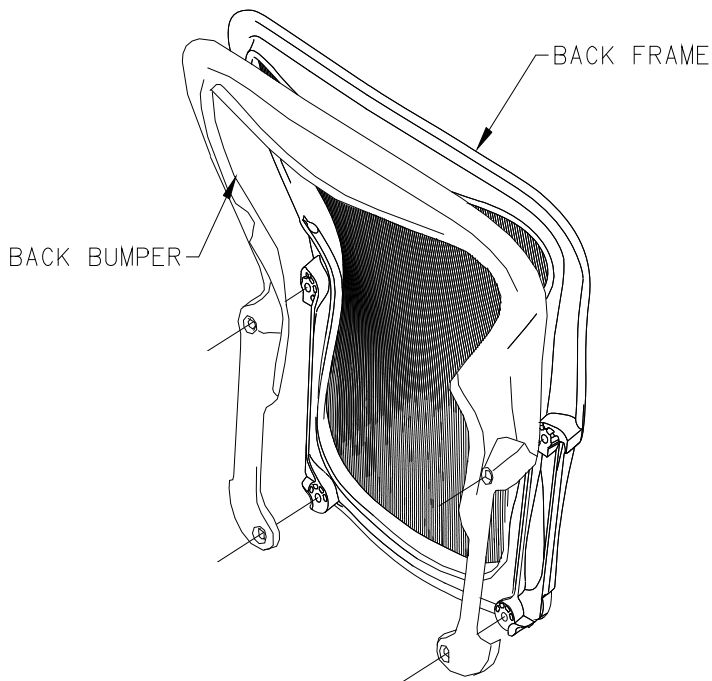

FIGURE 3
3. INSTALL BACK BUMPER AROUND EDGE OF BACK FRAME, BEING CERTAIN THAT BUMPER SNAPS SECURELY OVER EDGE IN ALL LOCATIONS AND THAT HOLES IN BUMPER ALIGN WITH SCREW HOLES IN BACK FRAME. SEE FIGURE 3.